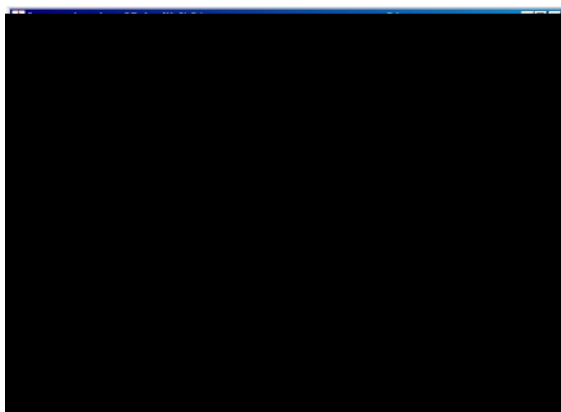

Рис. 6.6. В **Model Explorer** появилась новая модель «Сборка и тестирование компьютеров»
3. Посмотрите на результат: в **Model Explorer** появилась новая модель (рис. 6.6), а на диаграмме A0 модели «Деятельность компании **Quill**» появилась стрелка вызова «Сборка и тестирование компьютеров» (рис. 6.7).